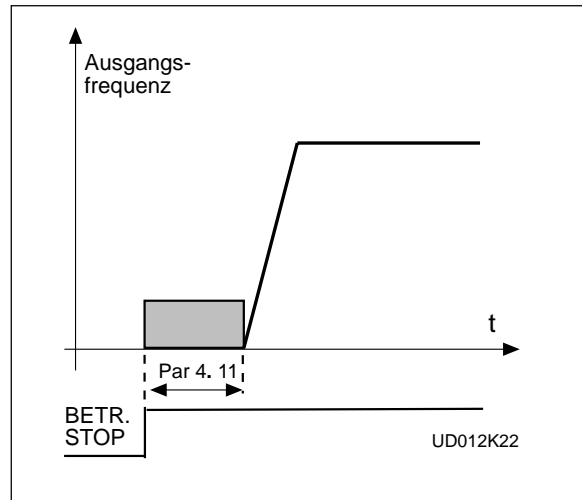

Bild 2.5-25 Gleichstrombremszeit bei Start.
- >0 Die Gleichstrombremsung wird aktiv nach Start-Befehl und Par. 4. 11 bestimmt die Zeit, nach der die Bremsung endet. Nach der Bremsung wird die Frequenz auf den eingestellten Sollwert erhöht gemäß der Start Funktion, Par. 4. 6 und den gewählten Beschleunigungszeiten, (Par.1. 3, 4. 1 oder 4. 2, 4. 3). Siehe Bild 2.5-25.